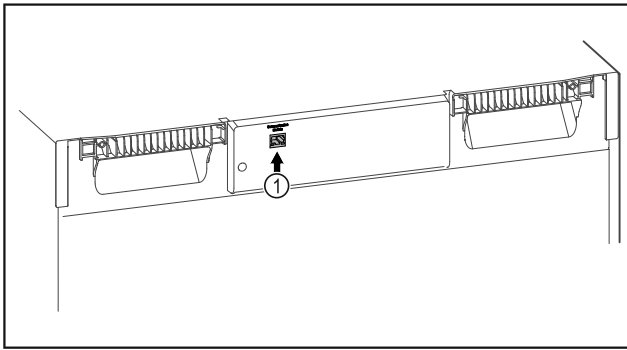

Fig. 110
- ☐ SmartModule Fig. 110 (1) ist eingesetzt.